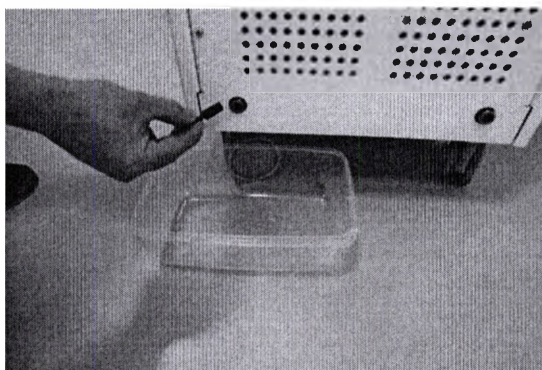

Рис. 13.5 – Клапан «Слив»
- Предварительно подставить емкость для слива охлаждающей жидкости под отверстие клапана «Слив». Жидкость будет поступать из отверстия, указанного на рис.13.5 красной стрелкой.